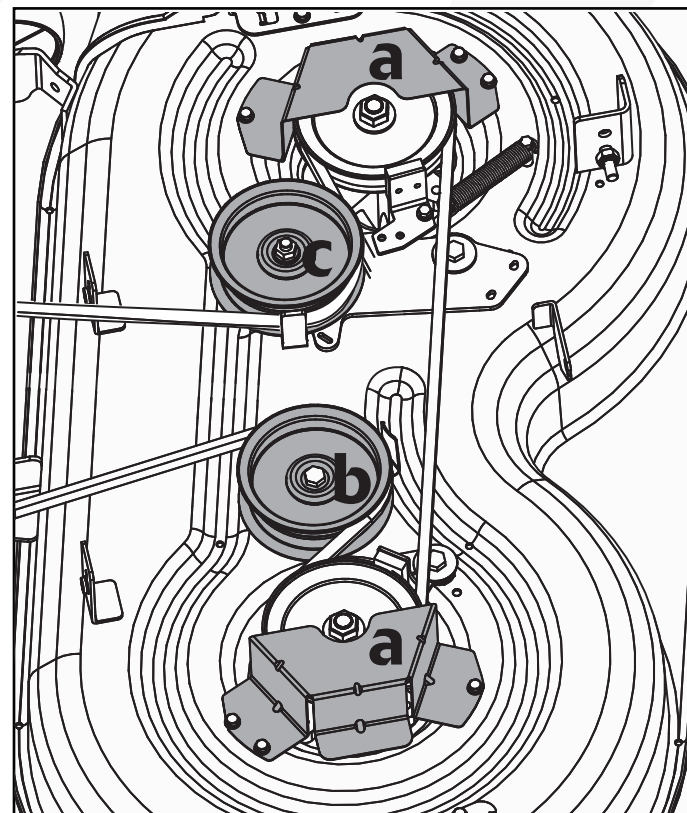

Fig. 31
2. Retire las dos cubiertas de protección de la correa (a, Fig. 31) quitando los seis tornillos que las sujetan a la cubierta.
3. Retire la polea fija (b, Fig. 31) y la polea tensora (c, Fig. 31).